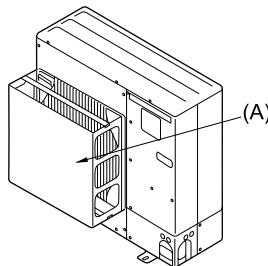

Fig. 2-4
- (2) Ünite, tayfun ve başka nedenlerden oluşan güdü rüzgârların doğrudan hava çıkışına girebileceği bir yere monte edilimse, isteğe bağlı olarak sağlanan bir hava kılavuzu monte edin. (Fig. 2-4)